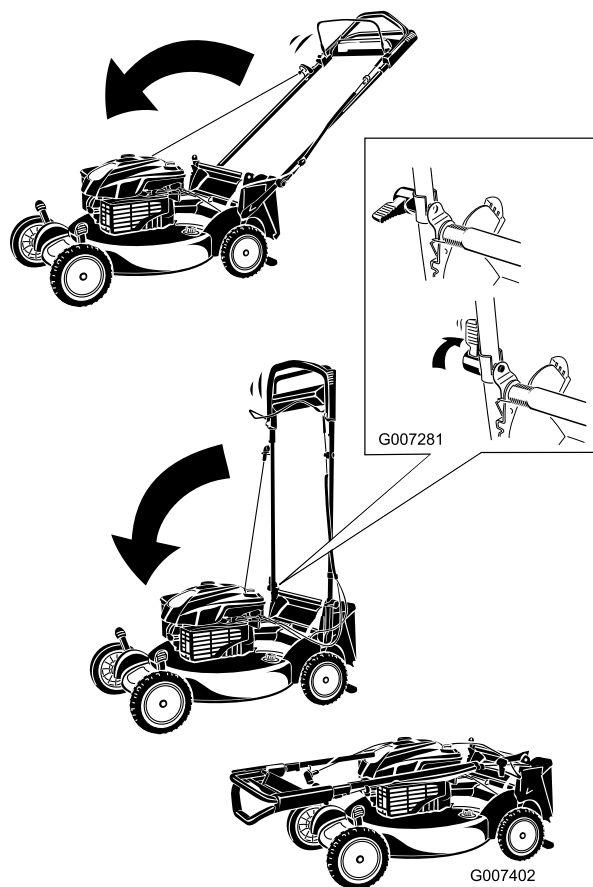

Рисунок 43
1. Поверните рукоятку вперед (Рисунок 43).